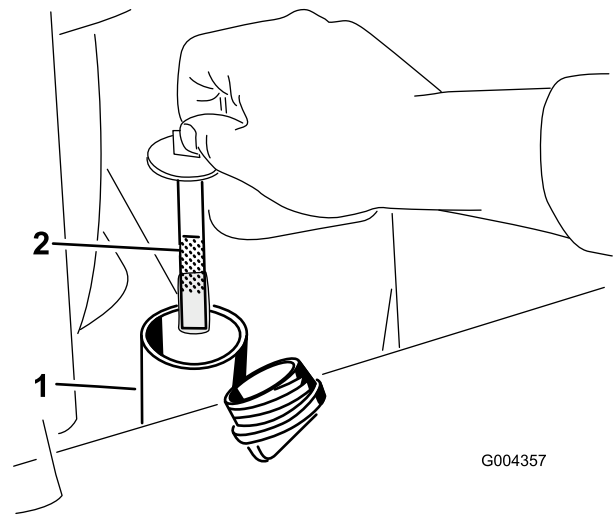

Figure 19
6. Enlevez le bouchon du goulot de remplissage et vérifiez le niveau de liquide sur la jauge (Figure 19).